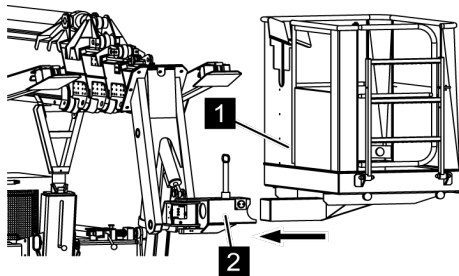

Fig. 110: Monter la nacelle
6. ➔ Pousser la nacelle (Voir la Fig. 110/1) à fond dans la fixation (Voir la Fig. 110/2).